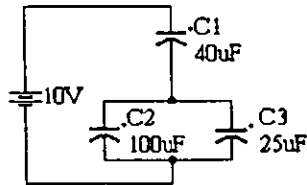

FIGURA 10
- Arme el circuito de la figura 10.